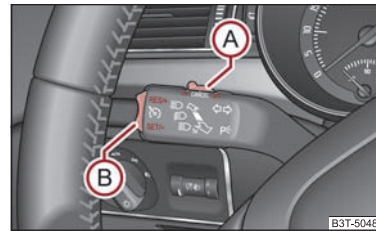

Fig. 136 Maneta: Tasta basculantă și comutatorul sistemului de control al vitezei de croazieră
Sistemul de control al vitezei de croazieră se acționează de la comutatorul **(A)** ⇒ fig. 136 și de la tasta basculantă **(B)** din maneta din stânga din comutatorul multi-funcțional.
- Viteza memorată poate fi **mărită** fără acționarea pedalei de accelerație, prin apăsarea tastei **(B)** ⇒ pagina 133, fig. 136 în poziția **RES**.
- Sistemul de control al vitezei de croazieră poate fi deconectat temporar, prin apăsarea comutatorului **(A)** ⇒ pagina 133, fig. 136 în poziție centrală.
Reluarea vitezei memorate are loc după eliberarea pedalei de frână sau de ambreiaj; la autovehiculele cu cutie de viteze automată numai după eliberarea pedalei de frână și după apăsarea scurtă a tastei **(B)** ⇒ pagina 133, fig. 136 în poziția **RES**.
- Apăsați comutatorul **(A)** ⇒ pagina 133, fig. 136 spre dreapta în poziția **OFF**. ■